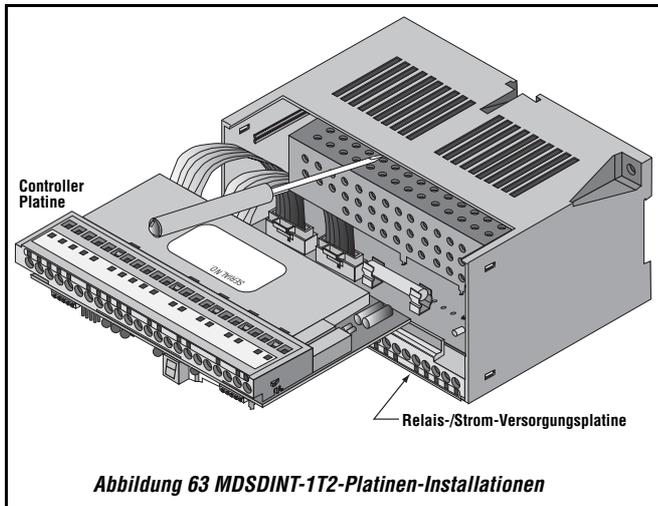

Abbildung 63 MDSINT-1T2-Platinen-Installationen
- 7) Lösen Sie entsprechend Abbildung 63 auf Seite 73 die zwei Flachkabel von den Steckern an der *Relais-/Stromversorgungsplatine*.
- 13) Schieben Sie gemäß Abbildung 63 auf Seite 73 die Original- oder die Austausch-*Controllerplatine* zwischen die Führungen und achten Sie darauf, dass sie von den Gehäuseseiten gehalten wird.